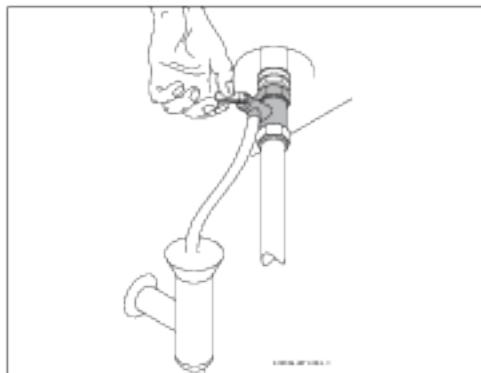

Рис. 11 Открытие предохранительного клапана вручную
- Откройте предохранительный клапан (→ рис. 11).
- Минимум один раз в месяц открывайте предохранительный клапан (→ рис. 11).